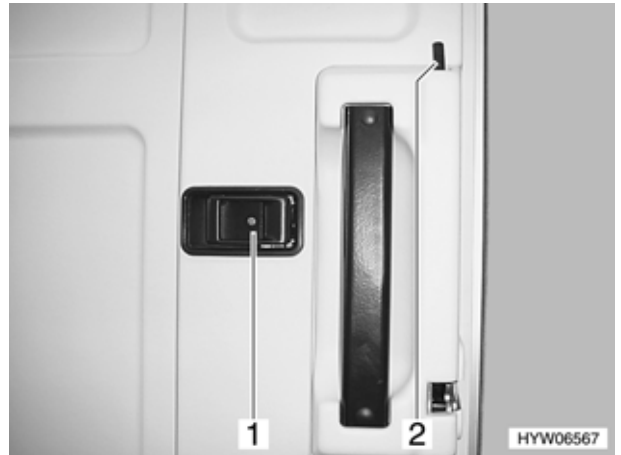

Bild 47 Türschloss Eingangstür, innen
- Griff (Bild 47,1) ziehen. Das Türschloss wird entriegelt.
- Sicherungsknopf (Bild 47,2) nach unten drücken.